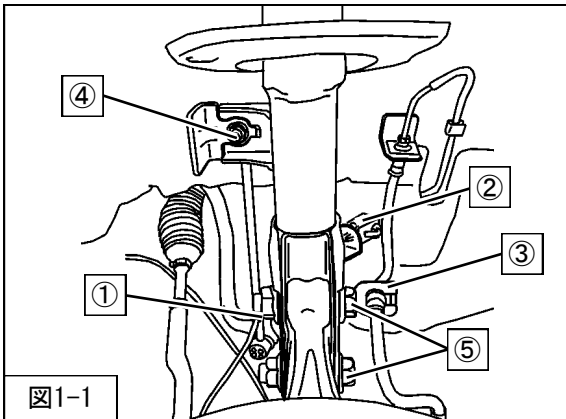

図1-1
①ABSセンサハーネス取付クリップ
②ABSセンサハーネス取付ブラケット
③ブレーキホース取付クリップ
④スタビライザリンク取付ナット
⑤フロントサスペンションASSYロア取付ボルト・ナットを取外してください。（図1-1）